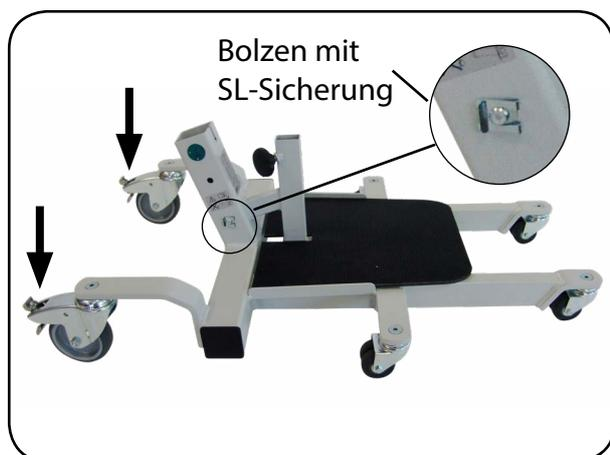
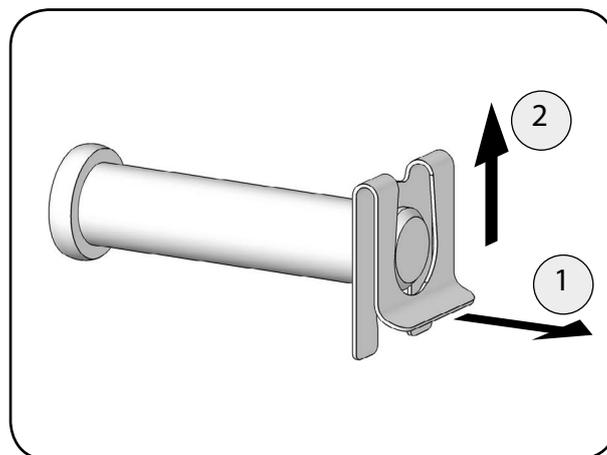

Abb. 6.2.01 – Fahrgestell mit festgestellten Laufrollen
Abb. 6.2.02 – Demontage der SL-Sicherung
2. Stellen Sie das Fahrgestell mit den Laufrollen auf den Boden (Abb. 6.2.01).
3. Bremsen Sie die zwei hinteren Laufrollen an der Bedienerseite, durch Betätigung des Tritthebels (Abb. 6.2.01); siehe Kapitel Bedienung Abschnitt **Laufrollen**.
4. Entfernen Sie den Bolzen mit SL-Sicherung aus der Bohrung in der Standmastaufnahme (Abb. 6.2.01). Ziehen Sie hierzu das gebogene Ende der Lasche etwas zurück (1) und schieben Sie die SL-Sicherung aus der Nut des Bolzens (2) heraus (Abb. 6.2.02).
- Lösen Sie die Bremsen der hinteren Laufrollen an der Bedienerseite, durch Betätigen des Tritthebels (Abb. 6.2.01), siehe Kapitel Bedienung Abschnitt **Laufrollen**.